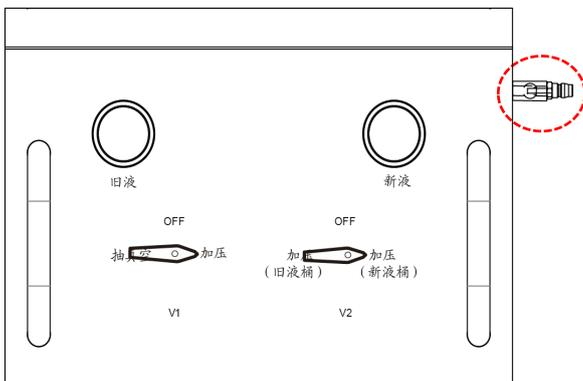
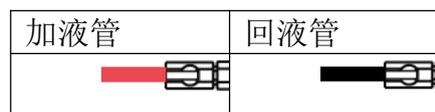

图 11
图 12
2. V1 向右旋转至“加压”，V2 向右旋转至“加压（新液桶）”，打开气源及加液管和回液管手阀进行更换，（在更换过程中向左旋转 V1 到“抽真空”，排空车内空气，然后再恢复到“加压”位置，可重复操作）（如图 11、图 12）；